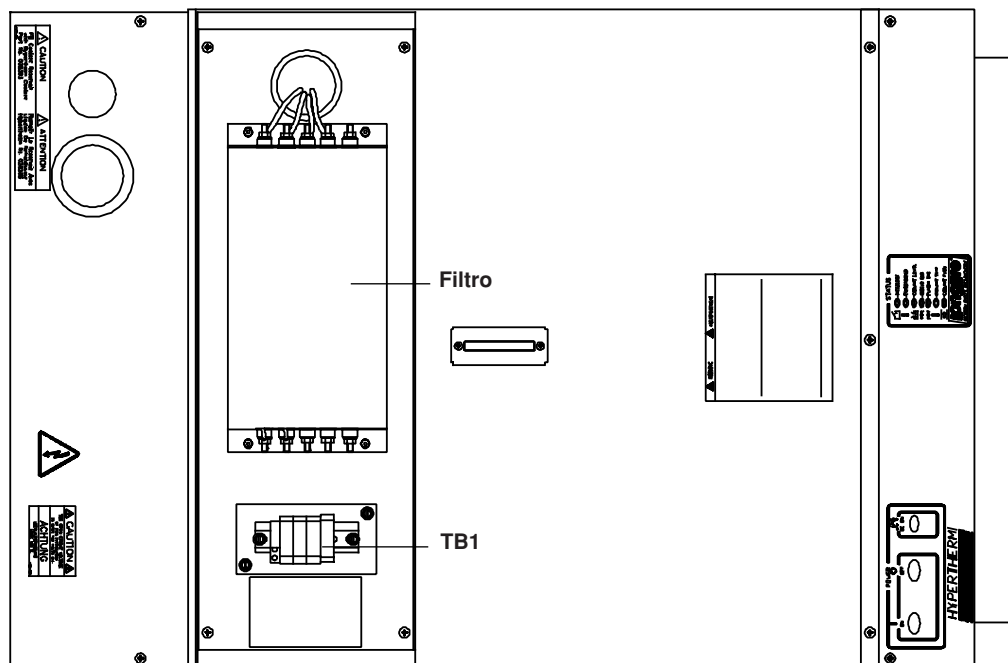

Figura a-2 Fuente de energía HT2000 sin la cubierta de filtro EMI – Vista superior
2. Destornille los 4 tornillos que aseguran la cubierta del filtro y quite ésta para acceder a las conexiones de voltaje de entrada en TB1 (Fig. a-2).